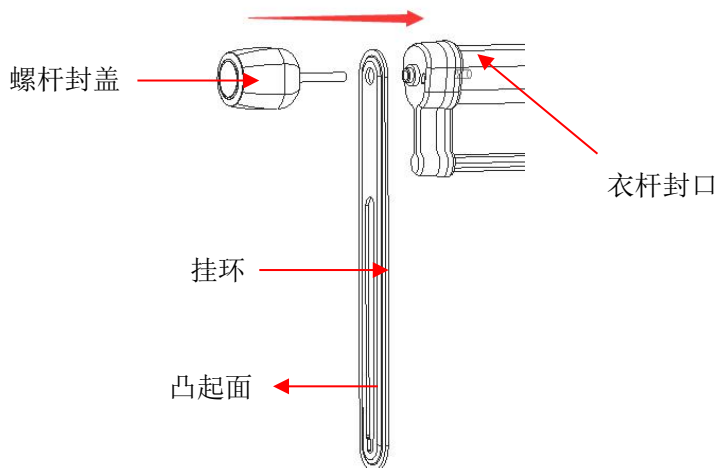

图 15
- d. 安装挂环：拧退衣杆上的螺杆封盖，然后将螺杆封盖与挂环固定在衣杆上，挂环凸起面朝外，如图 15 所示。